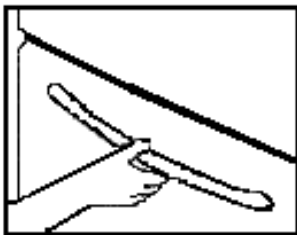

Figura 6
**IMPORTANT: Pentru deschidere ușii folosiți-vă întotdeauna de mânerul acestuia (vezi figura 6).**